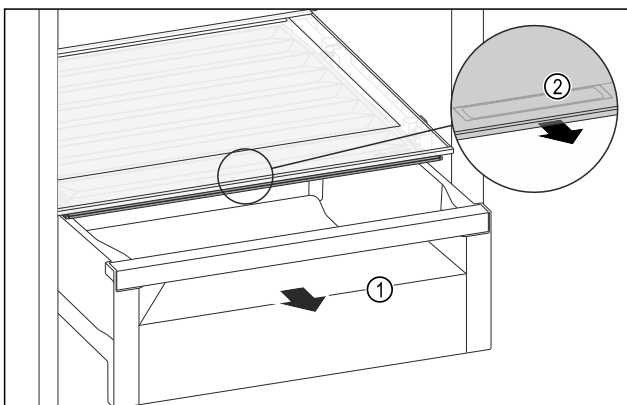

Fig. 110
- Schubfach Fig. 110 (1) herausziehen.
- Griffmulde Fig. 110 (2) am Fachdeckel anfassen und Fachdeckel gleichzeitig nach vorne ziehen.